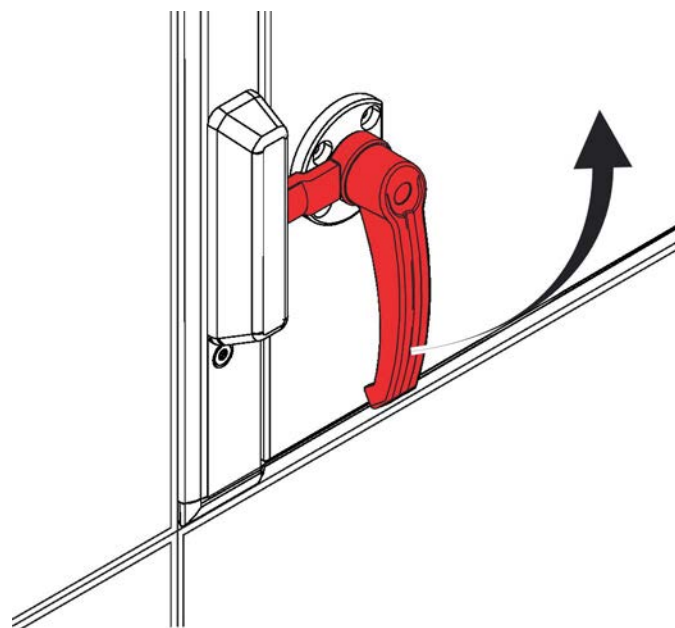

Fig. 19: Ouverture d'un verrou de porte
- ▶ Tourner la poignée de la porte de 90° (Voir la Fig. 19) dans le sens anti-horaire.